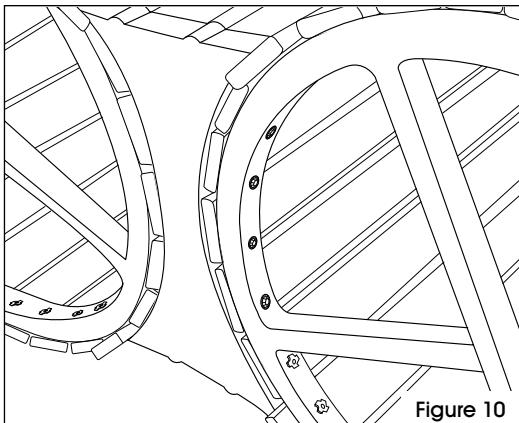

Figure 10
14. Couchez avec soin les récipients reliés sur le côté et fixez le connecteur à l'anneau du bas du second récipient à l'aide de tirefonds hexagonaux de 3 1/2 po et de rondelles plates. (Voir Figure 10)